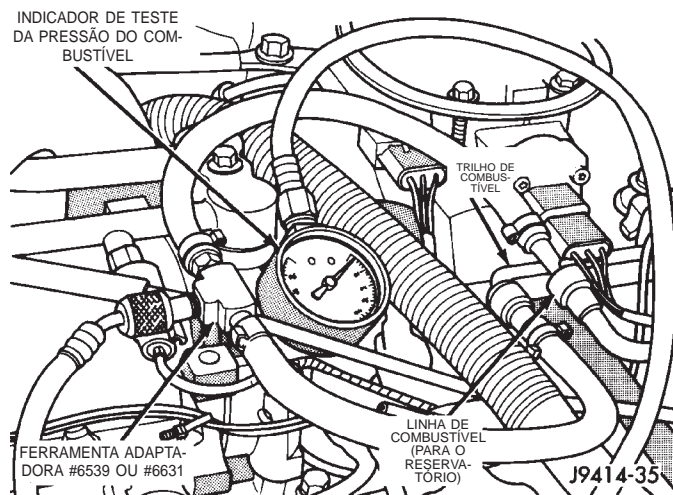
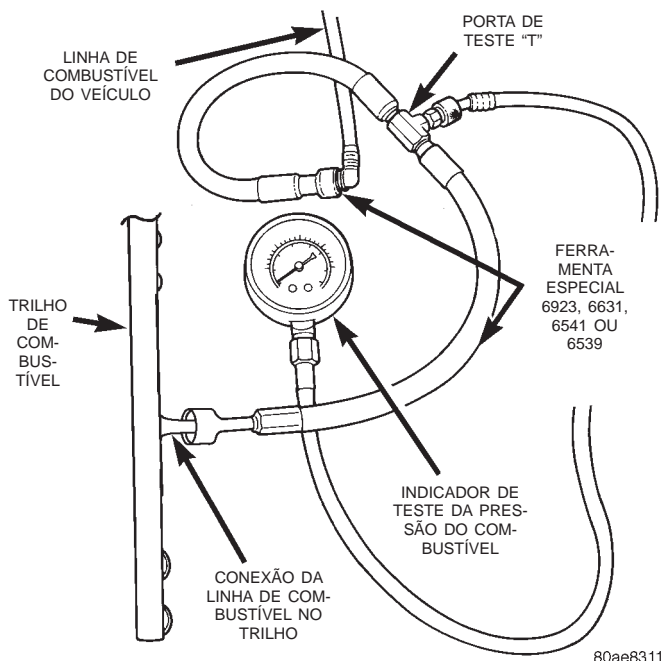

Fig. 8 Conexão da Ferramenta Adaptadora—Típica
Fig. 9 Conexão da Ferramenta Adaptadora—Típica
(1) Desconecte a linha de admissão do combustível no trilho de combustível. Consulte "Tubos/Linhas/Mangueiras de Combustível e Braçadeiras", nesta seção, no grupo de procedimentos. Em alguns motores, pode ser necessário retirar o compartimento do filtro de ar antes da desconexão da linha de combustível.
(2) Conecte a Mangueira da Ferramenta Adaptadora de Teste da Pressão da Linha de Combustível apropriada (número 6631, 6923, 6541 ou 6539) entre a linha de combustível desconectada e o trilho de combustível (Fig. 8) ou (Fig. 9).